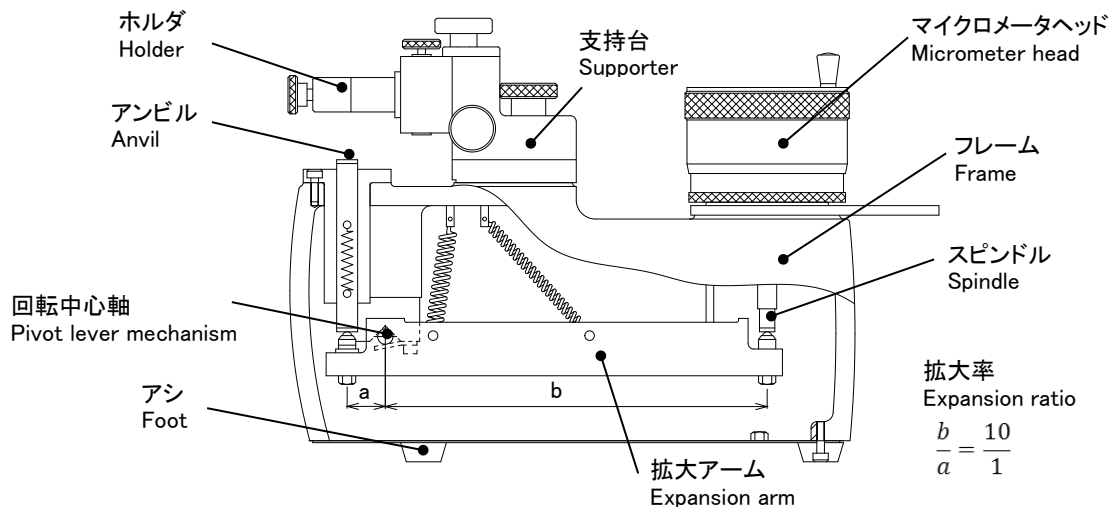

Fig.6
- (4) 抜き終わったら縦姿勢に置き直して下さい。
(5) マイクロメータヘッドを右回転させ測定範囲内迄回転させていくとスピンドルと拡大アームが接し測定に備えることができます。Fig.6参照
Now, the Calibration Tester is set up ready for measurement. *Refer to Fig.6.
内部の構造はFig.6 に示す通りです。特に拡大機構は、スピンドルのストロークが大きくとれる構造を有しています。スピンドルとアンビルの移動量拡大率は $a : b = 1 : 10$ で、スピンドルのネジピッチが0.5mm、マイクロメータヘッドのシンブルが250等分ですので測定スピンドルの移動量を0.0002mmの高感度で測定ができます。マイクロメータヘッドの回転とそれぞれのスピンドルの移動量との関係は表1の通りです。
Lever mechanism of the Calibration Tester is illustrated in Fig.6 where the expansion ratio between the displacement of spindle against that of anvil is 1:10. Screw thread pitch of the spindle is 0.5mm (0.025in), and the thimble is divided in to 250 equal parts giving the minimum reading of 0.0002mm (0.00001in) without vernier scale.